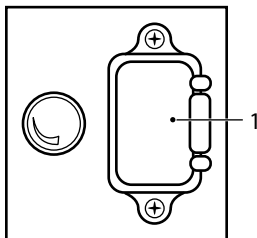

Рис. 3
Подключите зарядное устройство в отверстие (1) на корпусе опрыскивателя (рис. 3). Затем вставьте вилку от аккумулятора в розетку электрической сети с параметрами 230 В/50 Гц (время зарядки аккумулятора после использования составляет около 7 часов).